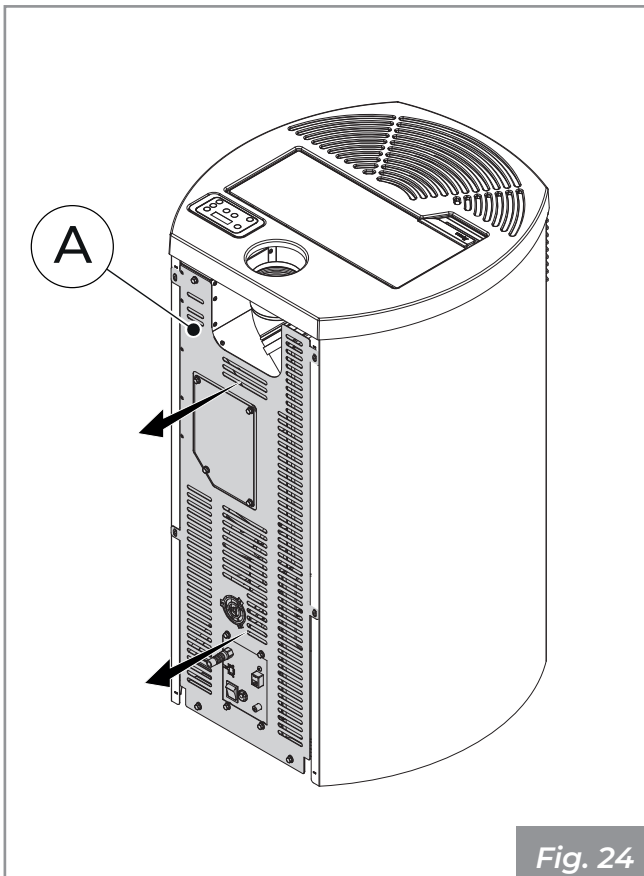

Fig. 24
- Quitar los tornillos de fijación del costado izquierdo y del respaldo (**Fig. 24 - A**).